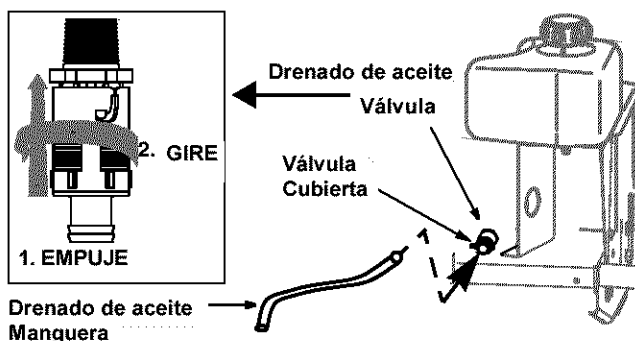

Figura 10
3. Retire la cubierta amarilla de la válvula en la válvula de drenado de aceite y conecte un extremo de la manguera de drenado de aceite a esta abertura. Esta válvula está localizada en el extremo de un accesorio a 90 grados cerca de la ménsula de montaje del tanque de combustible. Vea la Figura 10
5. Empuñe la válvula de drenado de aceite, empújela hacia adentro y gire en sentido contrario a las agujas del reloj hasta que se detenga. Vea la Figura 10. Tire hacia afuera la válvula de drenado.